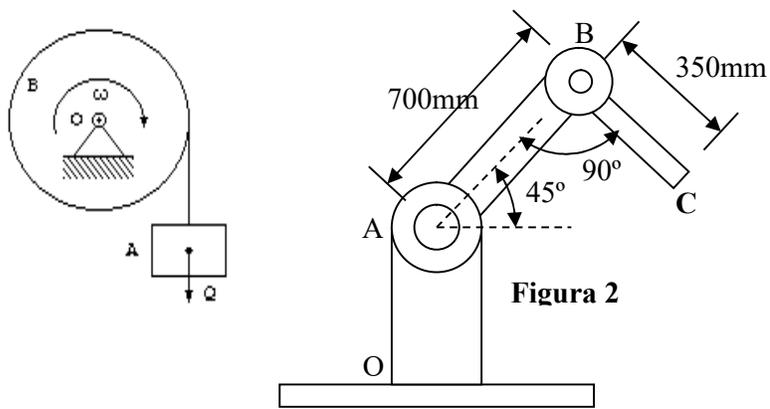

Figura 2
- El momento  $M_B$ , que se debe aplicar al brazo  $BC$  para hacerlo girar con la misma aceleración alrededor de la articulación  $B$  estando  $A$  inmovilizada. Las masas de los brazos  $AB$  y  $BC$  son de  $25 \text{ kg}$  y  $5 \text{ kg}$  respectivamente, de las que se excluyen de la parte estática de la articulación  $A$  por completo, y la de la articulación  $B$  repartida a partes iguales entre los dos brazos. Se supone que los centros de masa  $G_1$  y  $G_2$  se hallan en los centros geométricos de los brazos y estos se asimilan a varillas delgadas. Figura 2.